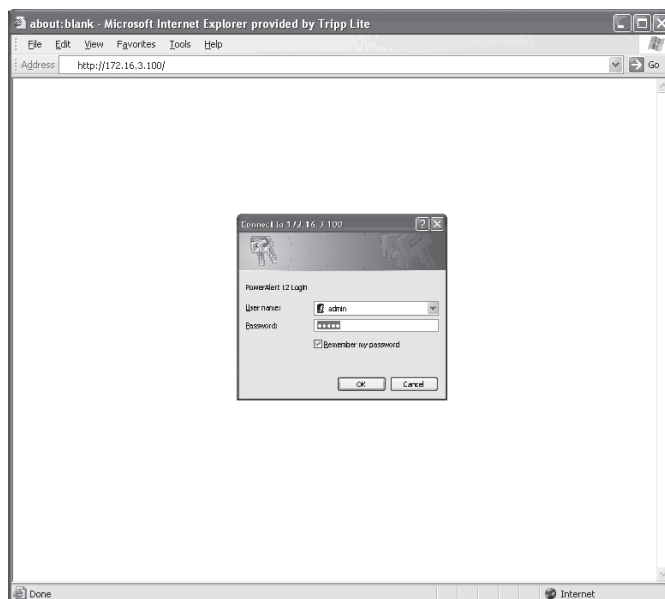

Рис. 3-1: Окно входа веб-консоли
1. С помощью веб-браузера открыть окно консоли PowerAlert для карты SNMPWEBCARD (инструкции приведены на рис. 3.1 **Окно входа веб-консоли**).
3. Будет предложено ввести имя пользователя и пароль (Рис. 3-1). По умолчанию используется имя пользователя **admin** и пароль **admin**.